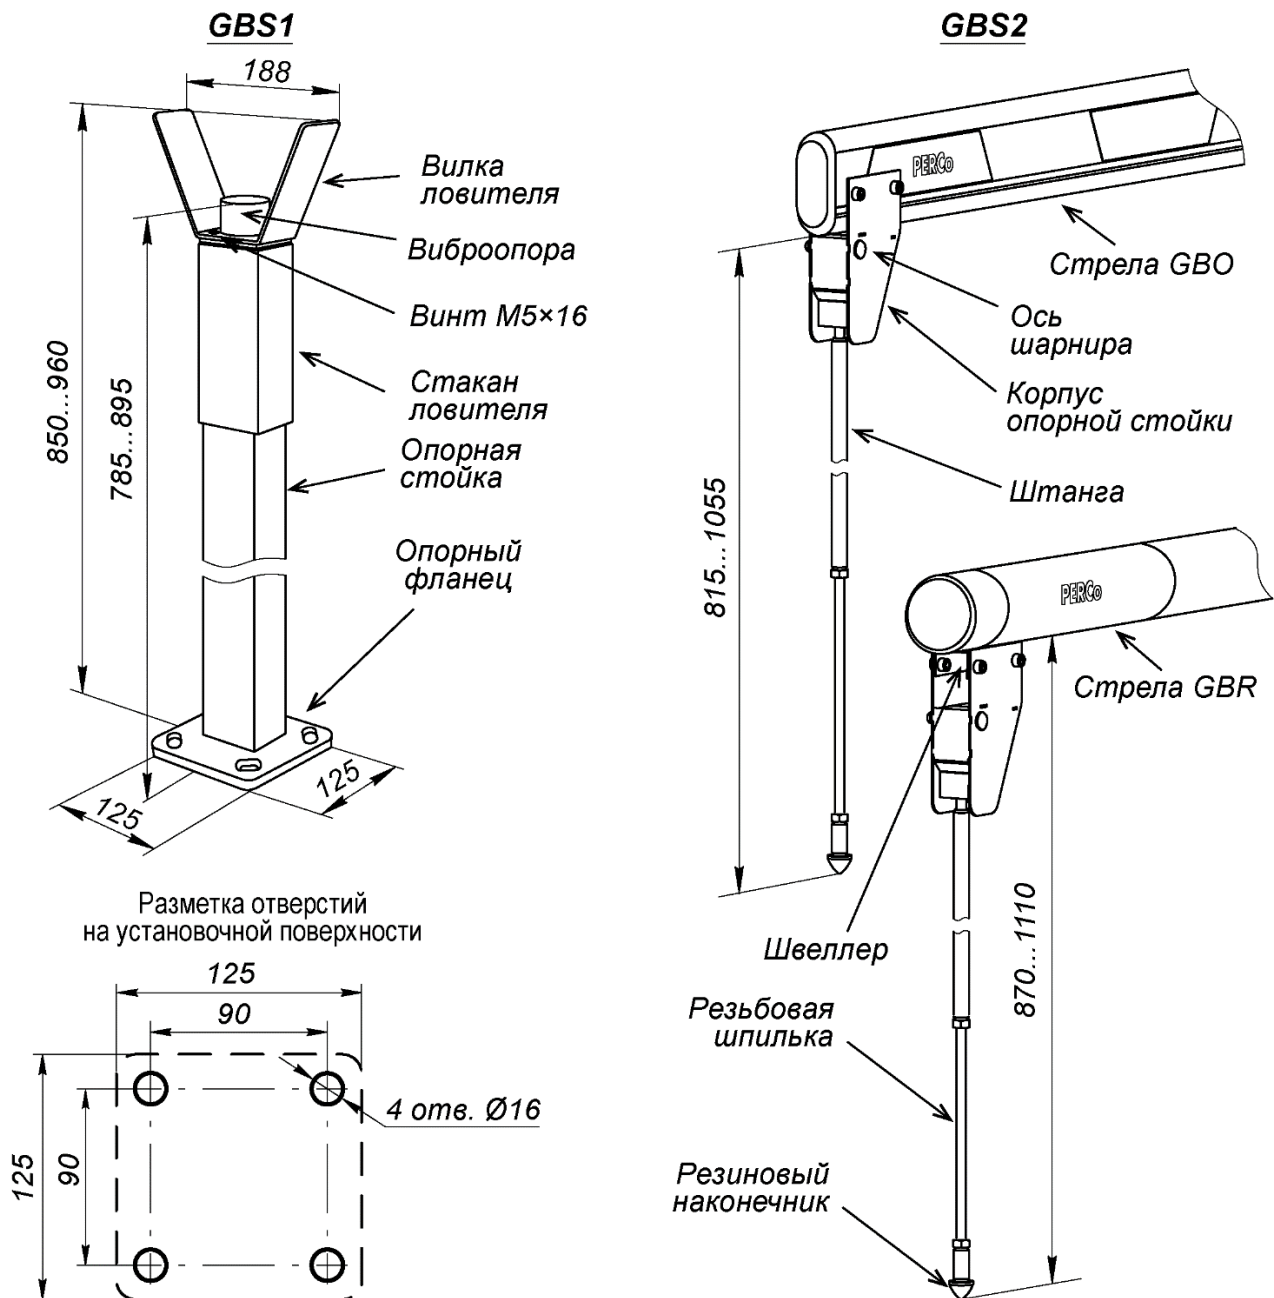

Рисунок 16. Внешний вид опорных стоек **PERCo-GBS1** и **PERCo-GBS2**
При необходимости устанавливается опорная стойка с ловителем стрелы **PERCo-GBS1**. Также устанавливать опорную стойку рекомендуется при длине стрелы более 4 метров. Опорная стойка **PERCo-GBS1** состоит из стойки прямоугольного сечения с опорным фланцем и ловителя стрелы (см. рис. 16).
1. Выполните в установочной поверхности отверстия в соответствии с разметкой (рис. 16). Ось опорной стойки должна совпадать с продольной осью стрелы шлагбаума (обращаем внимание, не с осью стойки шлагбаума!, см. рис. 7). Размер отверстий на схеме указан для анкеров типа PFG IH10 («SORMAT»), при использовании других типов анкеров необходимо выполнять отверстия соответствующих им диаметра и глубины.
Вместо стационарной стойки **PERCo-GBS1** можно использовать подвесную опорную стойку **PERCo-GBS2**, которая крепится непосредственно на стреле шлагбаума (см. рис. 16). В вертикальном положении стрелы подвесная стойка складывается под собственным весом. При монтаже на прямоугольно-овальной стреле **PERCo-GBO** в стреле необходимо будет просверлить два сквозных отверстия под болты крепления корпуса опорной стойки. На круглой стреле **PERCo-GBR** необходимо предварительно закрепить на заклепках монтажный швеллер из комплекта поставки опорной стойки (см. Инструкцию по монтажу из комплекта подвесной стойки), на который затем монтируется корпус опорной стойки.